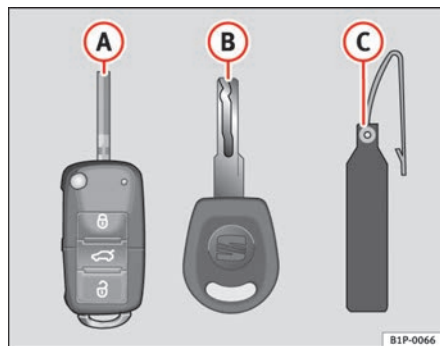

Abb. 63 Schlüsselsatz
- einen Funkschlüssel ⇒ Abb. 63 **A** mit ausklappbarem Schlüsselbart,
Nur anhand der Schlüsselnummer auf dem Kunststoffanhänger ⇒ Abb. 63 **B** können Schlüssel nachgemacht werden. Deshalb:
- Verwenden Sie die beiden Schlüssel, die mit dem Fahrzeug ausgehändigt werden ⇒ Seite 100, Abb. 63, den Funkschlüssel  und den normalen Schlüssel .